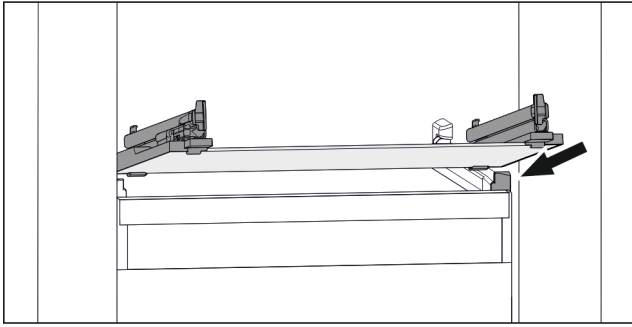

Fig. 117 Representación de la placa de vidrio a modo de ejemplo
- Coloque la placa de vidrio inclinada detrás de los topes. (consulte Fig. 117)